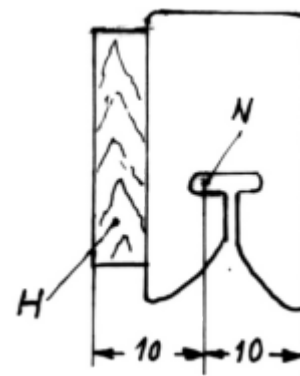

Abb. 2
4. Zur Andeutung der in Originalgröße zusammengenähten Bahnen (Kleider) dürfte bei diesem Maßstab eine einfache Naht genügen. Bei einer genauen maßstäblichen Betrachtung wäre das eigentlich schon zu dick aufgetragen. Wenn man sich aber vorstellt, daß ein genau maßstäblicher verkleinerter Segler ganz einfach fahrtüchtig wäre, ist dies ein kleiner, zulässiger Kompromiß. Die einfache Naht wird in einer Art Zick-Zack-Verfahren hergestellt (Zick-Zack bezieht sich nicht auf die Naht selbst). Um dies zu ermöglichen und noch dazu eine gute Parallelität und Geradheit zu erreichen, bedarf es einiger Vorkehrungen an der Nähmaschine: Der Abstand der Nadel von der Außenseite des Fußchens beträgt ca. 10 mm. Das stimmt in unserem Fall in etwa mit der Kleidbreite überein. Eine Verkleinerung dieses Abstands ist nur möglich durch Veränderung des Fußes. Zur Erreichung des gleichen Abstands an der anderen Seite wird ein Hilfsstück am Fuß angeklebt (Abb. 2). Eine weitere Voraussetzung ist ein gleichmäßiger Langsamlauf. Wenn ihre Maschine gleich der des Autors von einem gemäßigten Trab selbst bei sanfter "Sporenanwendung" übergangslos in einen gestreckten Galopp verfällt, ist das der Exaktheit der Nadel wenig zuträglich. Zur Beruhigung der ungestümen Gangart wird einfach ein Lampendimmer vorgeschaltet.